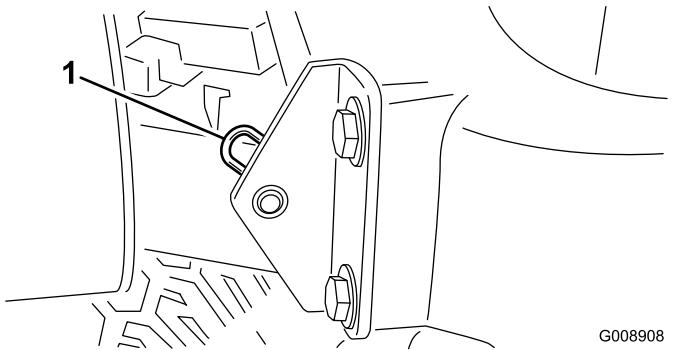

Figura 34
- Retire el pasador que fija el pivote del capó a los soportes (Figura 34).